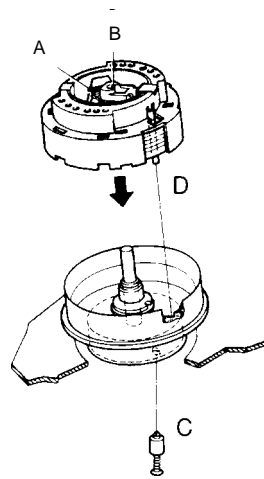

Fig. 7
- Introduire le goujon de calage "C" (joint à chaque tambour de rechange) par l'orifice sous le moteur de tambour et tourner le tambour de têtes jusqu'à ce que le goujon s'enclenche dans l'orifice du rotor (Fig. 7).
- Insert the reference pin "C" (delivered with each service headwheel) into the hole of the scanner motor and turn the headwheel until the pin locks into the hole of the rotor (Fig. 7).